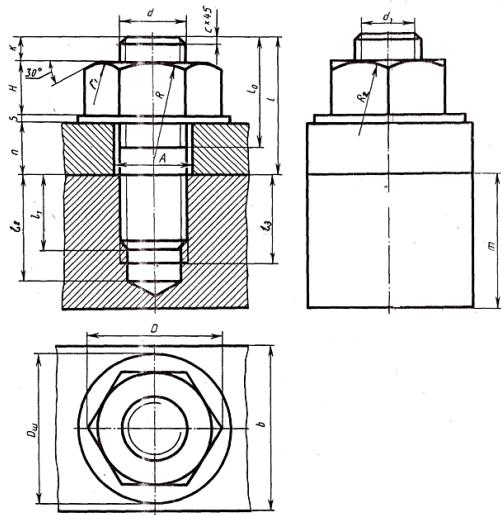

Рисунок 4.21 - Шпилечное соединение
Начертить соединение двух деталей шпилькой (рисунок 4.21).
- d - номинальный диаметр резьбы шпильки по варианту (рисунок 4.21);